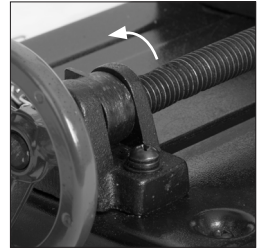

Fig. 8a
- Rote completamente la “tuerca del manguito” en la dirección contraria de las manecillas de reloj. (**Fig. 8a**) El tornillo que maneja el tornillo de banco ahora está “libre” para deslizarse.